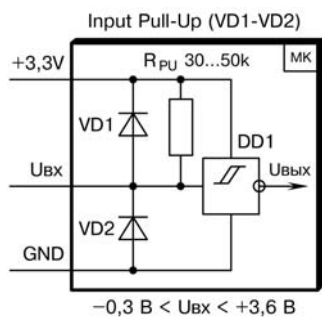

Рис.19
- **Input Pull-Up (рис.19, 20)** – цифровой вход с привязкой к питанию;